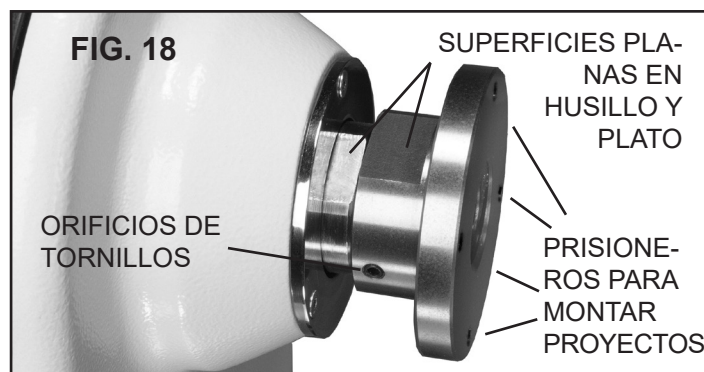

FIG. 19
Para QUITAR el plato, primero afloje los tornillos prisioneros. El husillo y cubo trasero del plato tienen superficies planas que son para usar con llaves de boca. FIG. 19. Ahora, use las dos llaves grandes de dos extremos (N) (38mm/46mm) para aguantar el husillo y también para aguantar el cubo trasero del plato para quitar el plato. O use una llave y oprima el Botón de bloqueo del Husillo. Use el mismo proceso para quitar una broca.